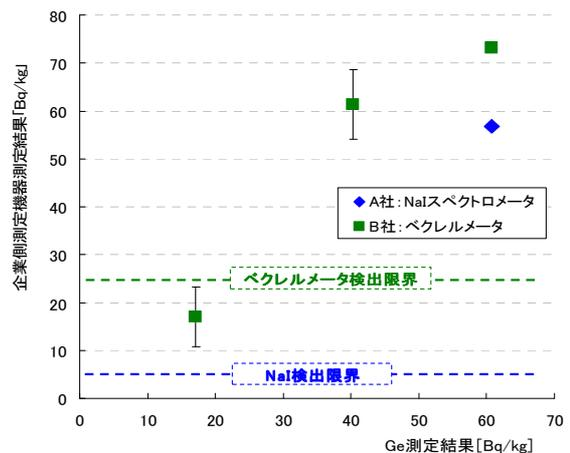

図2 比較用試料を用いたクロスチェック
- ・比較用試料(放射性Cs:61Bq/kg)の測定 (図2参照) では、Ge測定値の約93%でほぼ正確だった。